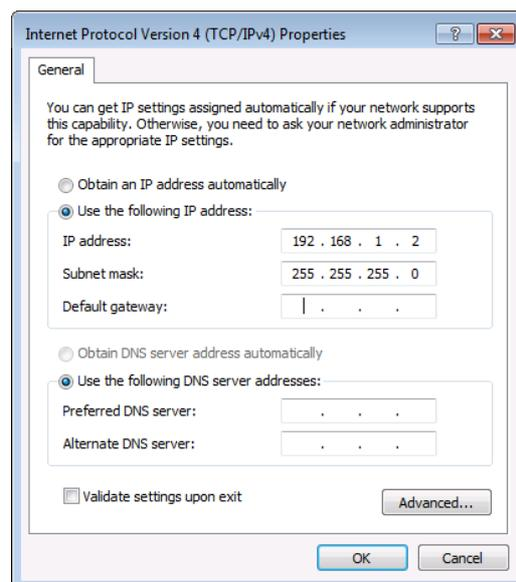

図12 : インターネット プロトコルのプロパティ ウィンドウ
6. 静的 IPアドレス指定に次の IPアドレスを使用する を選択し、図12に示すように詳細を入力します。TCP/IPv4 の場合は、IT部門から提供される 192.168.1.1 ~ 192.168.1.255 (192.168.1.39 を除く) の範囲の任意の IPアドレスを使用できます。